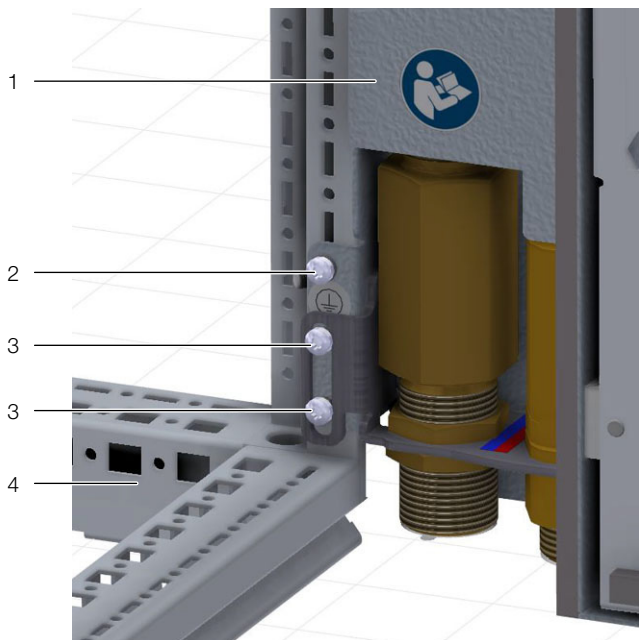

Fig. 17 : Fixation du LCP Hybrid – en bas à l'intérieur
■ Visser complètement la vis d'équipotentialité fournie avec la rondelle de contact, au-dessus des deux vis de fixation inférieures, au point repéré par le symbole de terre (fig. 17, pos. 2).